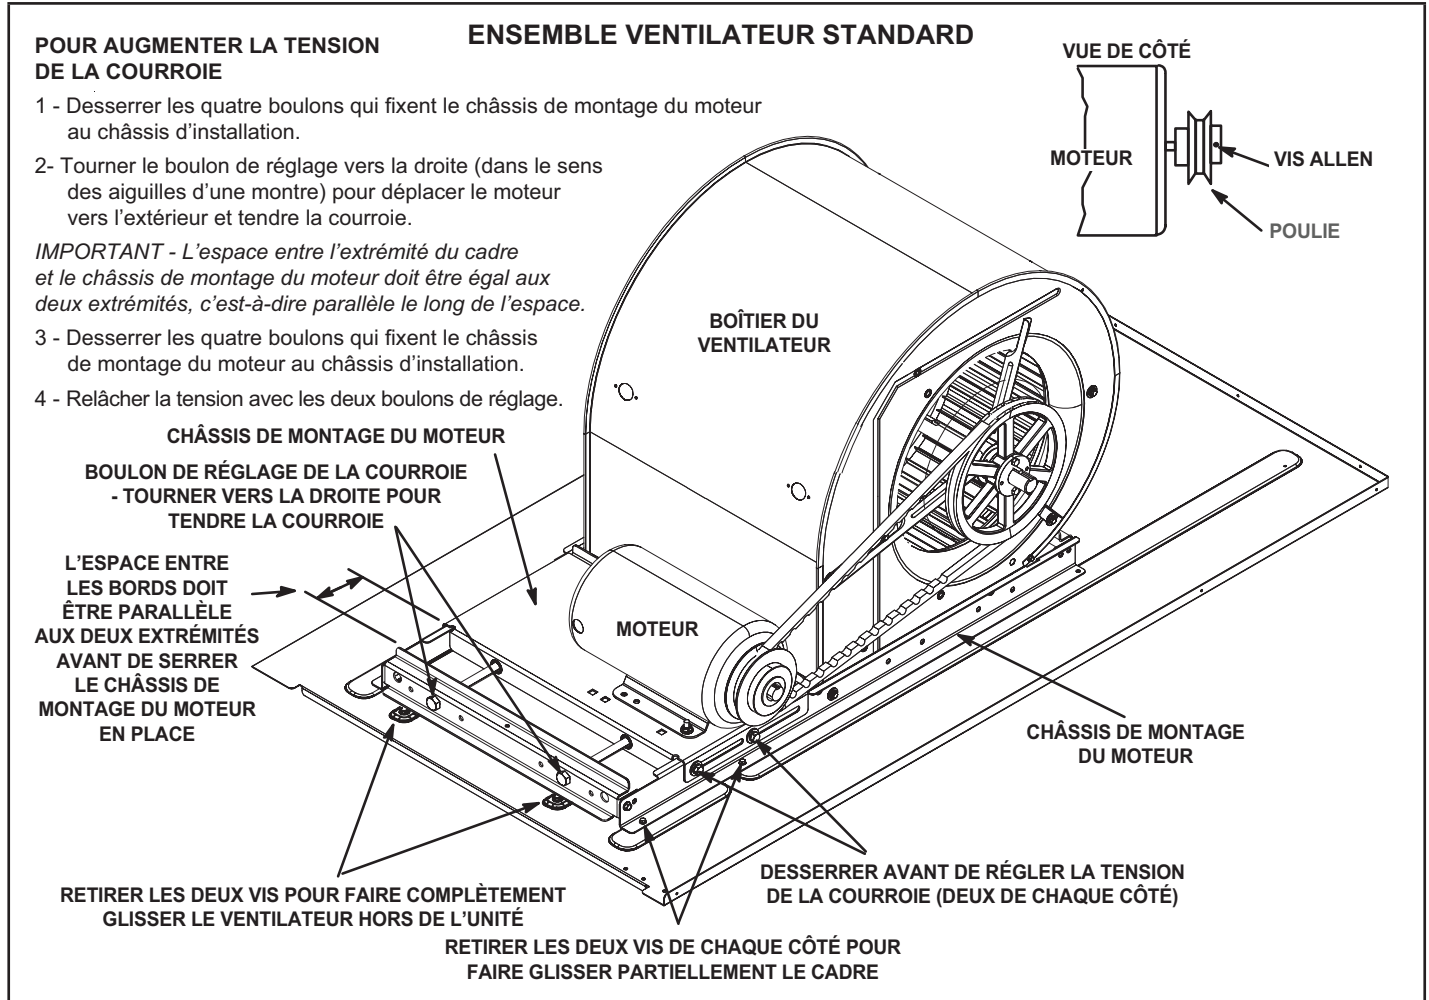

FIGURE 24
- 2 - Retirez les vis situées de chaque côté de la base coulissante de l'ensemble ventilateur. Reportez-vous à la FIGURE 24.
L'ensemble ventilateur est fixé sur un cadre coulissant qui permet de retirer le moteur du ventilateur de l'unité. Reportez-vous à la FIGURE 24.
- 6 - La vitesse du ventilateur peut être réglée au niveau de la poulie du moteur. Desserrez la vis Allen et tournez la poulie réglable dans le sens des aiguilles d'une montre pour augmenter le débit. Tournez dans le sens inverse des aiguilles d'une montre pour diminuer le débit. Reportez-vous à la FIGURE 24. Ne dépassez pas les nombres minimum et maximum de tours de poulie indiqués au TABLEAU 7.
- 1 - Desserrez les quatre boulons qui fixent la base du moteur au châssis d'installation. Reportez-vous à la FIGURE 24.